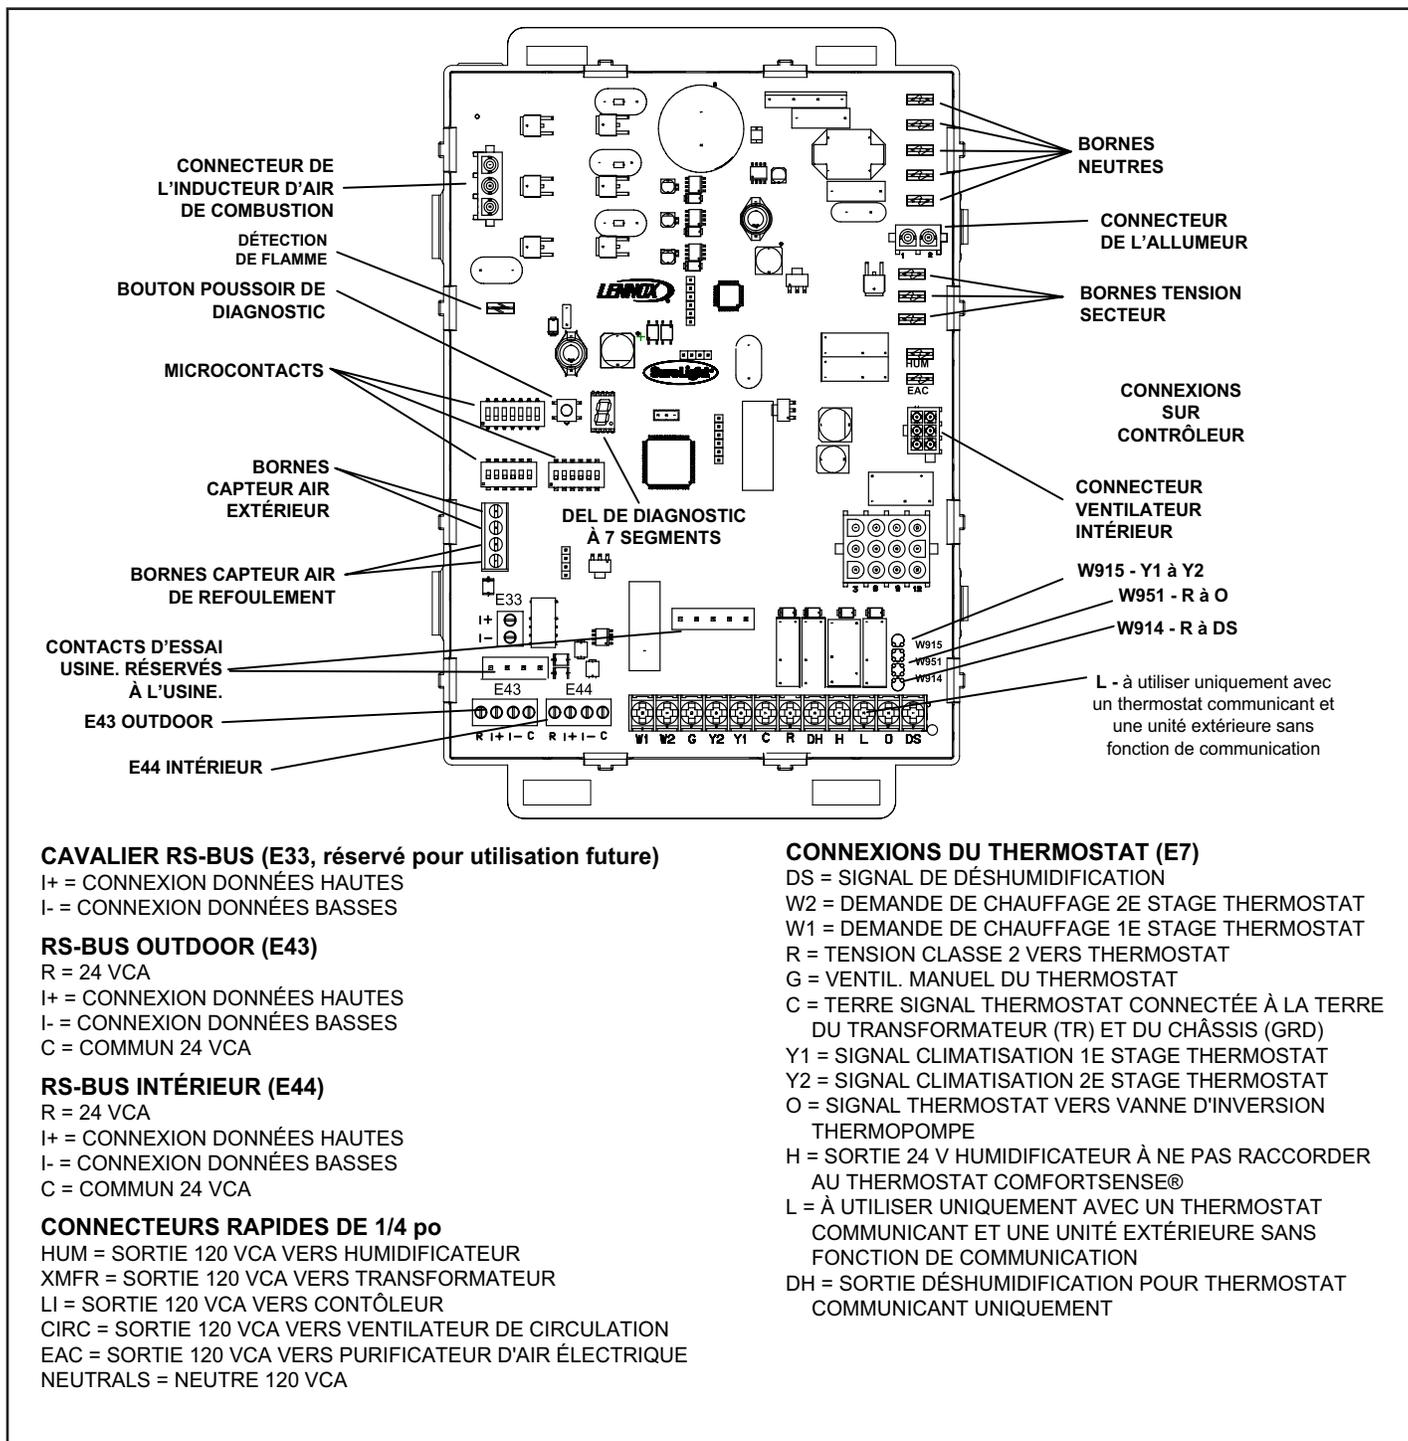

FIGURE 56
Voir la FIGURE 56 pour l'emplacement de la borne. Cette borne est sous tension quand le ventilateur intérieur fonctionne.
- 8 - Le contrôleur intégré du générateur comporte une borne d'alimentation secteur « HUM » de ¼ po. Tout humidificateur ou autre accessoire 120 V d'une résistance de 1 A ou moins peut être relié à cette borne, le neutre du circuit étant raccordé sur l'une des bornes neutres fournies. Voir la FIGURE 56 pour l'emplacement de la borne. Cette borne est sous tension en mode chauffage quand le ventilateur intérieur fonctionne.
- 9 - Une borne « H » de 24 V est fournie sur le bornier du contrôleur intégré. Tout humidificateur de 0,5 ampère ou moins peut être relié à cette borne, le neutre du circuit étant branché sur la borne « C » ou la terre. Voir la FIGURE 56 pour l'emplacement de la borne.
Réglage des microcontacts pour le mode Chauffage -- FIGURE 56 Microcontact 1 – Choix du thermostat - Cet appareil peut être utilisé avec un thermostat à un ou à deux stages. Le choix du thermostat est assuré par un microcontact qui doit être correctement positionné pour l'application donnée. Le microcontact est réglé en usine pour un thermostat à deux stages. Si un thermostat à une stage est utilisé, repositionner le microcontact. Voir la TABLEAU 16.
Connexion du contrôleur W914 DS à R (FIGURE 56)
Connexion du contrôleur W951 R à O (FIGURE 56)
Connexion du contrôleur W915 Y1 à Y2 (FIGURE 56)